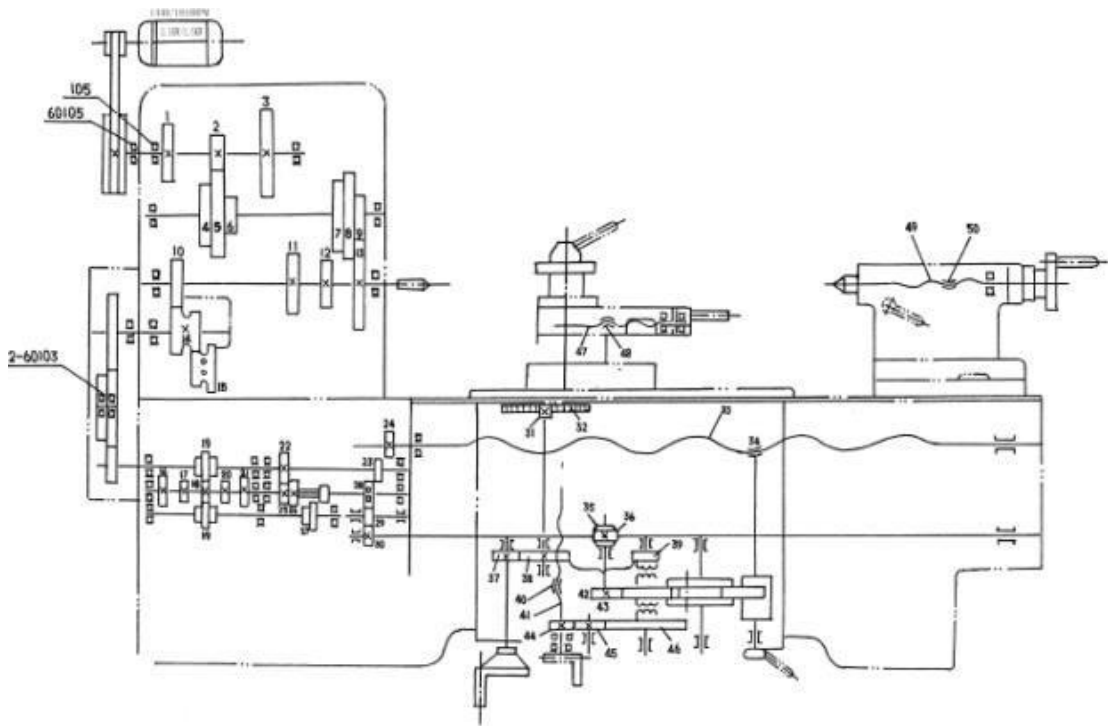

Рис. 11 Кинематическая схема
**ТРАНСМИССИОННАЯ СИСТЕМА И ДЕТАЛИ (См. Рис. 11)**